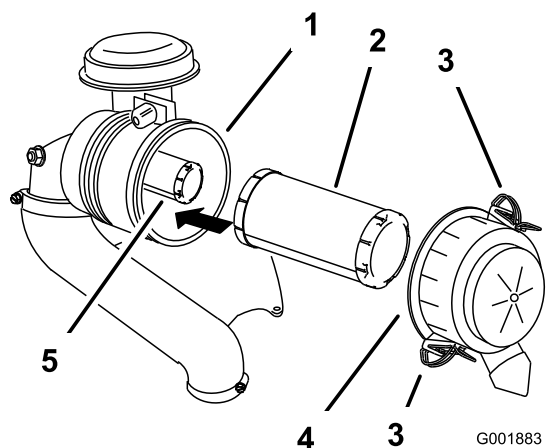

Figure 53
3. Ouvrez les dispositifs de verrouillage du filtre à air et détachez le couvercle du boîtier du filtre (Figure 53).
5. Sortez le préfiltre du boîtier du filtre avec précaution (Figure 53).
2. Si vous remplacez l'élément intérieur, insérez-le avec précaution dans le boîtier du filtre (Figure 53).
3. Placez ensuite le préfiltre sur l'élément de sécurité avec le même soin (Figure 53).
4. Remettez en place et verrouillez le couvercle du filtre à air (Figure 53).